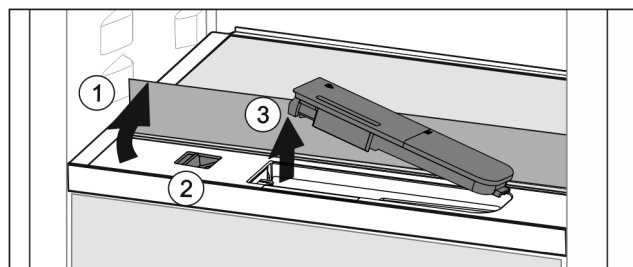

Fig. 44
- ▶ Soulever la tablette et la rabattre vers l'arrière jusqu'à la butée Fig. 44 (1).
- ▶ Pousser le curseur Fig. 44 (2) vers la gauche.
- ▶ Sortir le filtre à eau Fig. 44 (3).